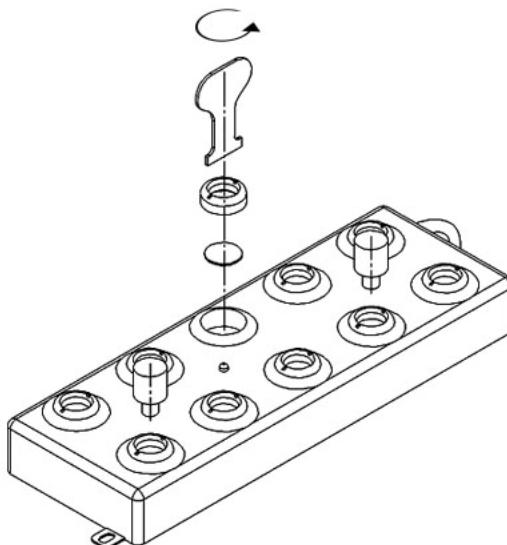

Рисунок 10.1. Замена ультразвуковых мембран
6. Выкрутите гайку крепления мембранны специальным ключом против часовой стрелки (рисунок 10.1).